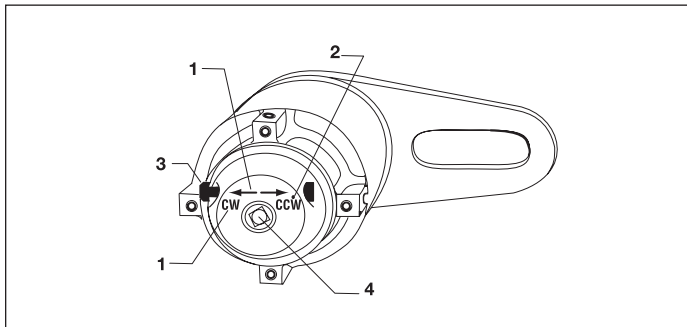

図3 - 入力端の詳細 (時計方向回転の場合)
動力駆動によるトルク操作を行うには、セクターポール(図3、品目3)を中立位置に設定し、中立位置セットスクリュー(図3、品目3)を締め付けてセクターポールをロックしなければなりません。セクターポールは、手動入力の場合に、トルクマルチプライヤーの回転方向を設定するのに使用します。(E290+, E291, E391の各モデルにはありません)。インパクトレンチは、駆動源として使用しないでください。マルチプライヤーの動力伝達系を破損します。
2. セクターポール(図3、品目3)を押し、目的の回転方向にセットします。回転方向は、ケースの入力側に文字と矢印で刻印されています。たとえば、「CCW」は反時計方向なので、反時計方向に回転する場合は、CCWと刻印された矢印の方向にセクターポールを押し込みます。時計方向の場合は、CWの方向に押し込みます。(E290+, E291, E391の各モデルにはありません)。
バックラッシュ防止モデルの場合:トルクレンチを使用して、内部バックラッシュ防止装置を解放するのに十分な入力トルクを与えます。入力トルクを維持したまま、セクターポール(図3、品目3)を反対側(例:CWだった場合にはCCW)に押し入れます。入力トルクを徐々に減らします。(E290+, E291, E391の各モデルにはありません)。
認定された衝撃性でない駆動源を使用します。空気圧を使用できるモデルは、E391, E392, E393, E492, E493, E494, E495だけです。セクターポールを中立位置でロックします。中立位置は「CW」と「CCW」の中間の位置で、セットスクリュー(図3、品目2)を締め付けることによってロックします。